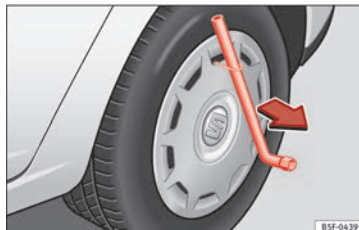

Fig. 71 Retirar el embellecedor integral.
- Retire el embellecedor integral de la rueda con el gancho de alambre » » » **fig. 71**.